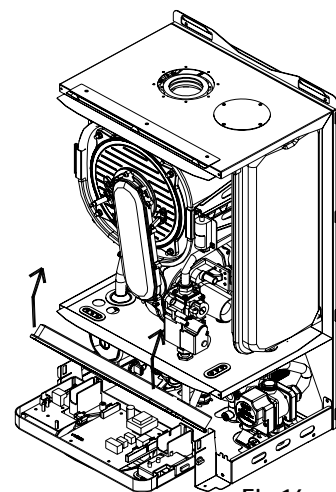

Fig.16
- Dévisser les quatre vis de fixation (fig. 16) et retirer le capot.